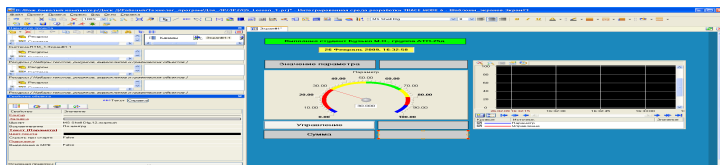

Рис. 2
4.2.2. Змінити статичний текст першого ГЕ на **Сума** (рис. 2).